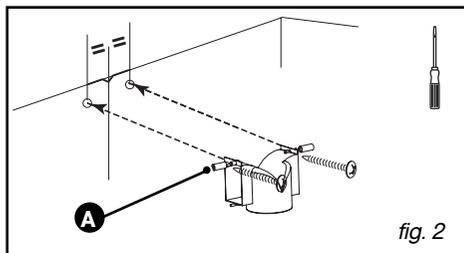

fig. 2
– Fixez contre le mur, en appui sur le plafond, le déflecteur plastique de fumée avec les deux vis (fig. 2). Prendre soin de centrer le déflecteur par rapport au trait vertical tracé sur le mur (fig. 2). Pour les modèles > à 700mm ajouter les 2 entretoises fournies dans la pochette (A/fig 2).